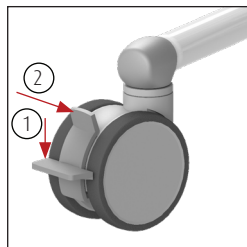

Figura 1. Rueda giratoria.
- El freno se puede accionar en la Reflex XL/Reflex XXL empujando la pestaña gris (1) de la rueda hacia abajo (Ver figura 1).
- Para quitar el freno del Reflex XL/Reflex XXL, se debe mover hacia arriba la misma pestaña de la rueda (2) (Ver figura 1).